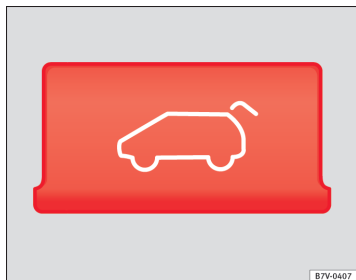

Fig. 52 Billede af midterkonsol: åbningskontakt til bagklappen
Tryk på knappen  i midterkonsollen ⇒ Fig. 52. Bagklappen åbnes automatisk.
- ELLER:** Hold kontakten  i midterkonsollen inde i ca. 1 sek. ⇒ Fig. 52.